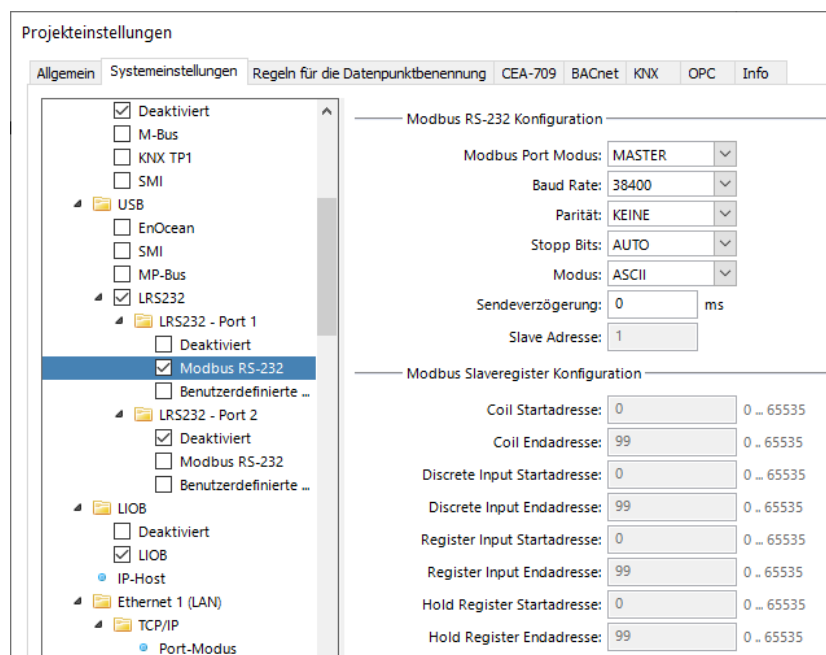

Abbildung 147: Projekteinstellungen für Modbus auf dem LRS232-802.
5. Wenn Sie Modbus ASCII auf einer RS-232-Leitung verwenden, haken Sie den LRS232-802 auf USB an und konfigurieren Sie die Modbus-Einstellungen wie in Abbildung 147 gezeigt.